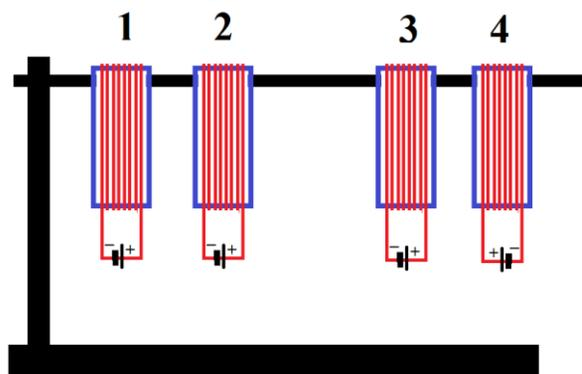

Рис. 3.
2. **Опыт.** На стержень штатива наденем катушки и пропустим по ним электрический ток согласно полярностям, указанным на схеме (рис. 3).